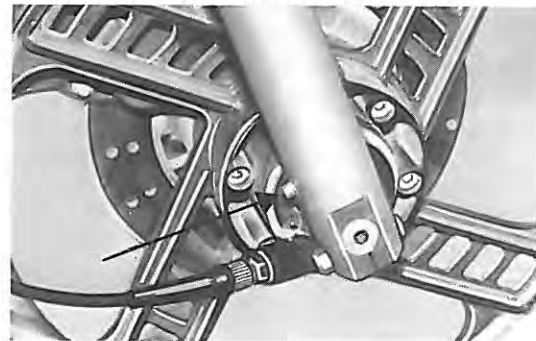

Fig. 35
- Scaricare l'olio togliendo il tappo inferiore (Fig. 35) situato in prossimità del perno ruota;